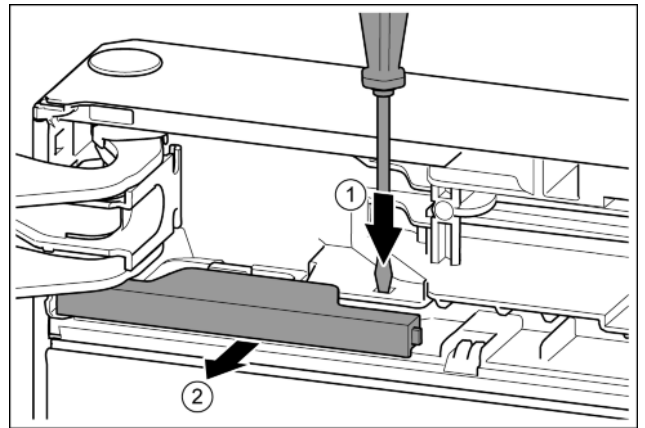

Fig. 9
- С плоската отвертка натиснете езичето. Fig. 9 (1)
- Извадете капака от фиксатора. Fig. 9 (2)